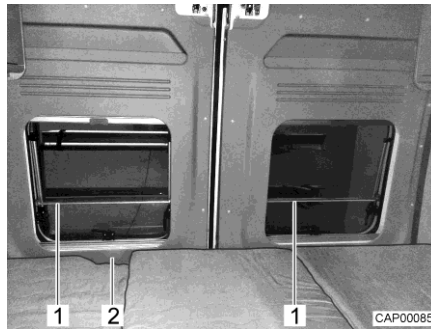

Bild 40 Herausfallschutz (Längsheck-
- ▷ Die Fenster der Hecktüren sind mit einem Herausfallschutz (Bild 40,1) ausgestattet. Die Hecktür kann über den Durchgriff (Bild 40,2) von innen geöffnet werden.